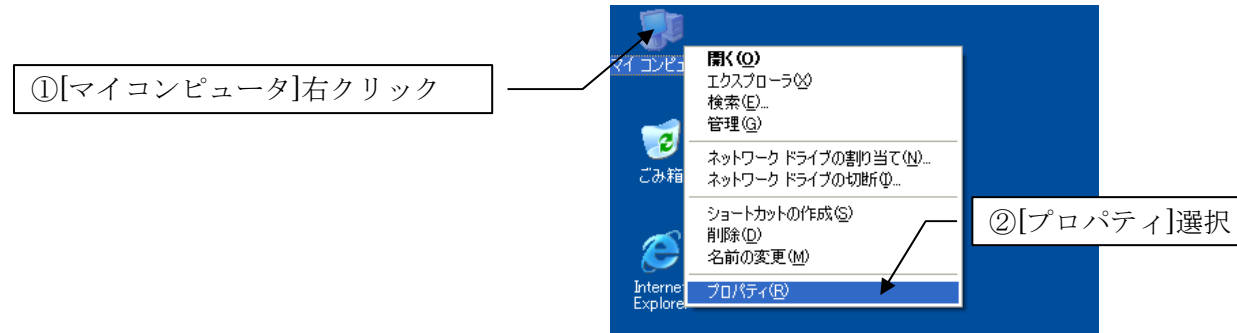

図 1 システムのプロパティの選択
(1) Windowsデスクトップの「マイコンピュータ」上で右クリックし、メニューから[プロパティ]を選択します (図 1)。